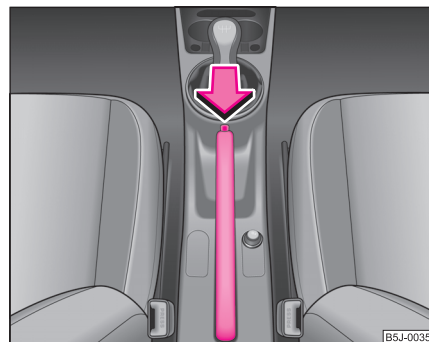

Fig. 91 Consola centrală: Frâna de staționare
- Acționați maneta puțin în sus **și în același timp** apăsați butonul de blocare ⇒ fig. 91. ▶